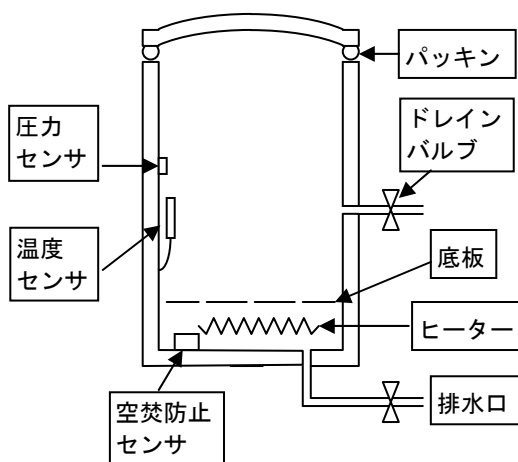
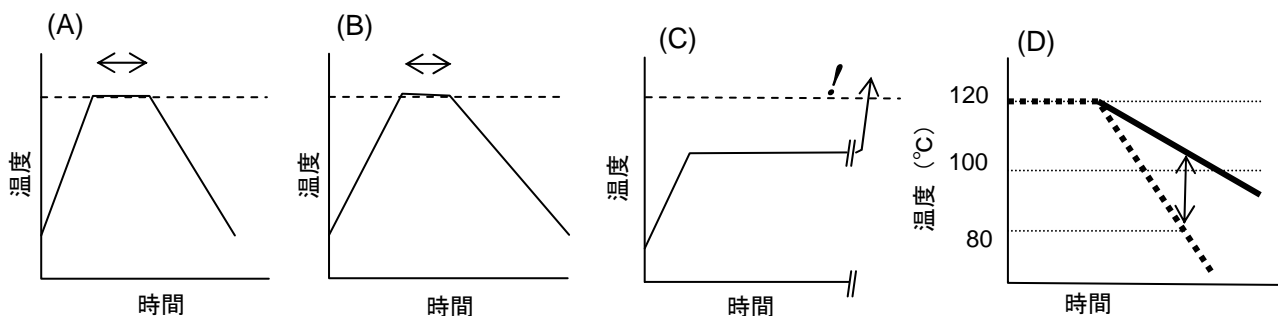

図1. オートクレーブの構造
図2. オートクレーブの温度の経時変化
生化学分野で最もポピュラーなオートクレーブの構造を図1に示す。タイマーで設定する時間は、設定温度に達した後、その温度を保つ時間(図2-A,Bの矢印の範囲)で、121°C 10~20分が標準である。
- (1) **タイマーが切れるまで部屋を無人にはしない。**パッキンの経年劣化などによって、蒸気が漏れた場合、空焚きになるからである。蒸気漏れがあれば、所定温度に達しないのでタイマーは進まず、加熱され続ける。最後には水がなくなり空焚きになる(図2-C参照)。タイマーが切れる前に帰宅してはならない。雑誌会やゼミなど、全員が部屋を空ける場合も同様である。空焚き防止センサーはいつも正常に機能する保証はなく、正常に機能するかどうかを確認することもできないので、過信してはならない。
- (2) オートクレーブした液体の実際の温度と温度計の表示にはズレがある(外側から冷えるので温度計部分が先に冷える)。**寒天培地、消泡剤、高濃度の糖やグリセリンなどの粘度の高い液体、大容量の溶液などの場合、温度計の表示が80°Cを切っている、これらの溶液の実際の温度は100°C以上になっている場合がある(図2-D)。**これを取り出せば突沸して火傷を負う。
- (1) 器具をオートクレーブする場合、オートクレーブしても良いものであるかをカタログ等を調べて必ず確認すること。例えば**ギルソンのピペットマンはオートクレーブできない**。プラスチック製の器具にもオートクレーブできないものは少なくない。
- (2) 揮発性の強酸(塩酸、硝酸)はカマを痛める。適当な材質のフィルターで滅菌すること。
- (3) 強アルカリをオートクレーブすると容器のガラスが溶ける。何度も繰り返してオートクレーブするとガラスは次第に薄くなり、破損事故につながる(ガラスの成分がアルカリに混入することに注意)。
- (4) ジャーファーメンターをオートクレーブする場合、原則として60℃以下になるまでフタを開けない。大量の培地は冷えにくく、図2-Cのように突沸の危険があるだけでなく、圧力の変化でpHセンサー、溶存酸素濃度(DO)センサーを痛めることがある。
- (5) オートクレーブする容器のフタは必ず緩めておくこと。密栓すると、昇温時には容器の外側の圧力が先に上がり、降温時には容器の外側の圧力が先に下がる。この圧力差によって、ガラス容器が割れる場合があり、
- (6) 遠心管などのプラスチック容器をオートクレーブする場合、多少フタを緩めていても、オートクレーブ後に冷えて中が陰圧になった時にフタが本体に密着し、さらに冷えて内圧が下がれば変形する。従って、フタを外して殺菌するか、フタを十分緩めた状態でアルミホイルを巻いてフタが本体に密着しないようにしてオートクレーブすること。
- (7) 1気圧程度の圧力に耐える傷のないメジウム瓶などであれば密栓してオートクレーブすることができるが、この場合、中に1滴蒸留水を入れておかなければ滅菌することはできない(乾燥状態での滅菌には160℃3時間程度を要する)。
- (8) 過度の加熱は試料を変質させる場合がある。例えば、酵母エキスとグルコースのように、アミノ基を持つ化合物と還元糖を同時にオートクレーブすると、メイラード反応が起こって培地は褐変し、場合によっては供試菌の生育を阻害する。この反応は加熱時間が長いほど、pHが高いほど(pH>6)顕著であり、また、少量の培地をオートクレーブした場合(図2-A)よりも大量の培地をオートクレーブした場合(図2-B)の方が顕著である。
- (9) オートクレーブ内に試料をこぼした(吹きこぼれた)場合、洗浄しなければならない。また、こぼしていても、通常は1週間に1回程度の水の交換、2～4週に1回の洗浄が必要である。